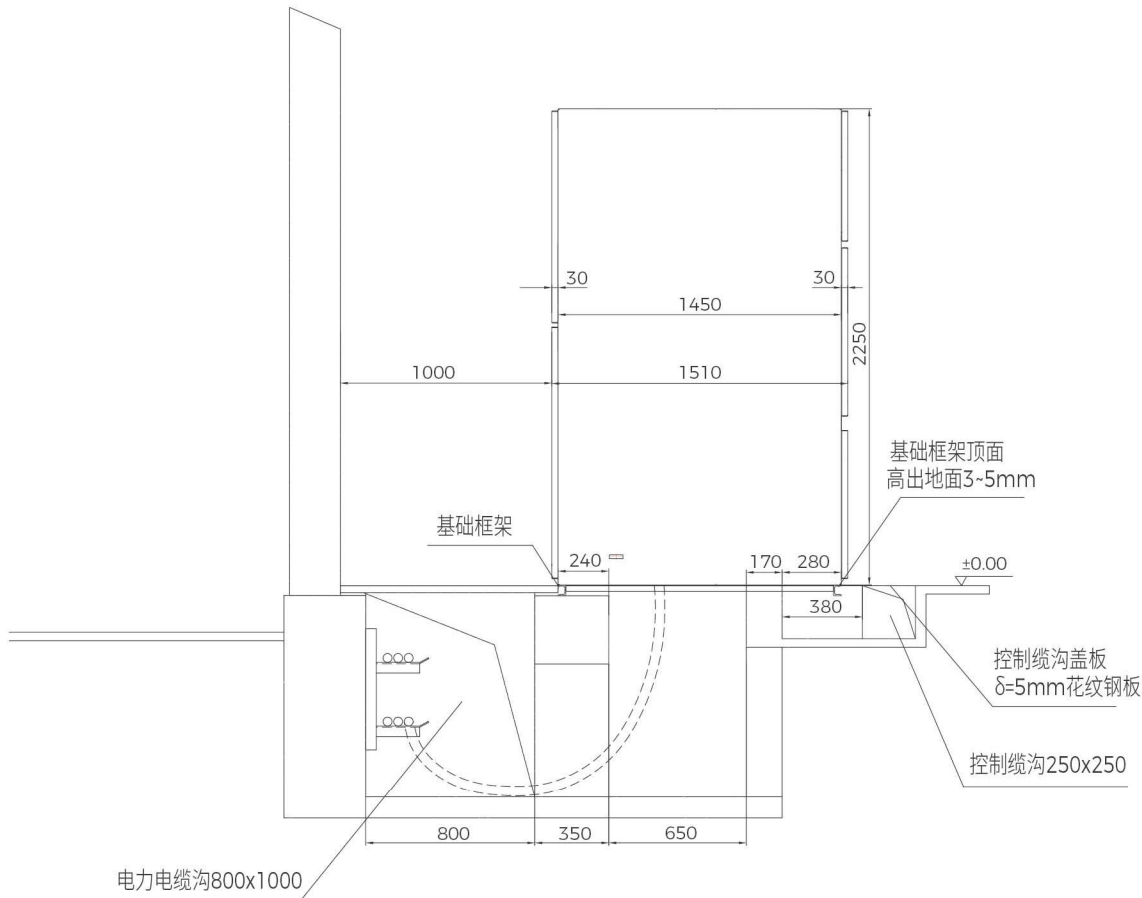

图 1
- 土建设计时开关柜基础标高应考虑预留基础框架，槽钢的高度并有余量，并在开关柜基础上，沿框架纵方向，每间隔 1 至 1.5 米处预埋锚固钢板，见图 1。